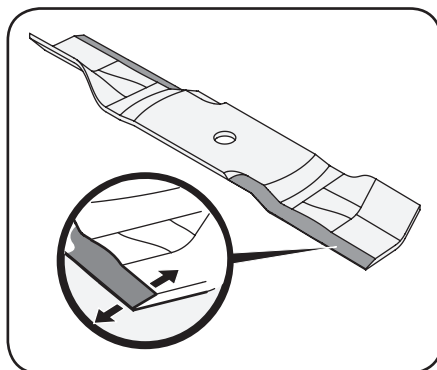

Figure 4-20
3. Pour aiguiser correctement les lames de coupe, aiguissez les deux tranchants des lames de façon égale, parallèlement à la voile, à un angle de 25 à 30 degrés. Aiguissez toujours chaque lame de coupe de façon égale pour assurer l'équilibre des lames. Voir Figure 4-20.